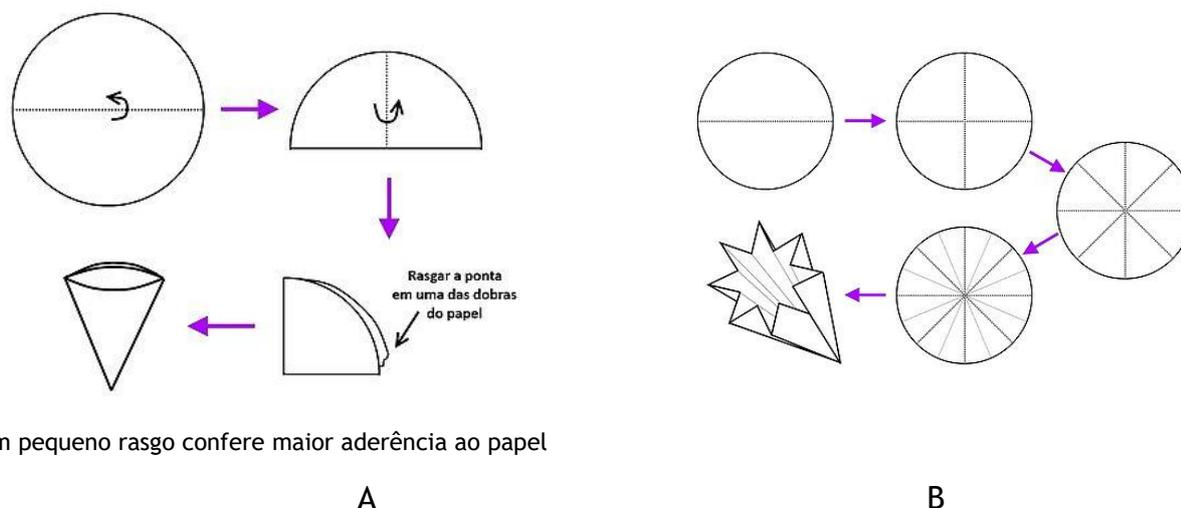

Figura 5: Modos de preparo para o papel de filtro liso (A) e pregueado (B).
**Papel de filtro pregueado:** é utilizado quando se deseja produzir uma filtração mais rápida e o sólido é o que mais interessa no processo. O pregueado apresenta maior superfície de contato entre a mistura e o papel. Figura 5 exhibe os modos de preparo para o papel de filtro liso e pregueado.
- Dobre o papel de filtro como indicado na Figura 5(A).